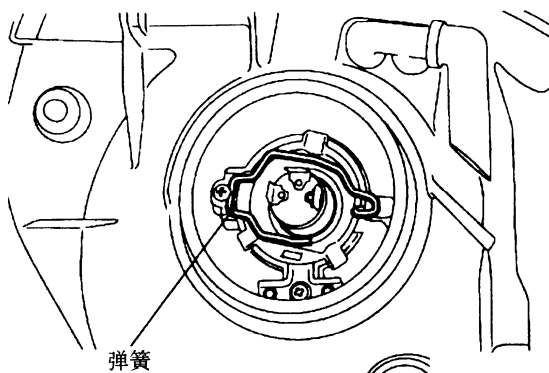

图 20-24
- ①卸下接头的连接；
- ②取下插入座盖；
- ③卸下装灯泡的弹簧，拔出灯泡（见图 20-24）；
- ④更换灯泡后，接好接头。